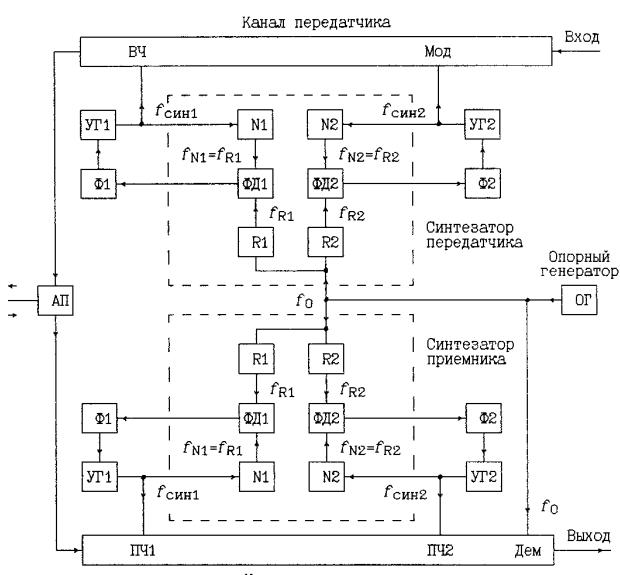

рис. 1
Синтезаторы частот (СЧ) – обязательная составная часть современных систем радиосвязи. СЧ используются в качестве источников опорной частоты для преобразователей, модуляторов и демодуляторов. На **рис.1** показана типовая структурная схема приемопередатчика, в составе которого двухканальные синтезаторы в передающем и приемном каналах. В синтезаторах имеется воз-
**Система ФАПЧ.** Рассматриваемые СЧ строят на базе системы ФАПЧ (фазовой автоподстройки частоты) [1–4]. Система ФАПЧ в общем случае содержит фазовый детектор ФД (на рис.1 – ФД1, ФД2), фильтр Ф (Ф1, Ф2) и управляемый генератор УГ (УГ1, УГ2), замкнутые в петле отрицательной обратной связи. Система ФАПЧ, используемая для синтеза частот, дополнительно содержит делитель частоты N (N1, N2). Кроме того, на входе системы включен еще один делитель R (R1, R2). ФД, N и R являются частью микросхемы СЧ (на рис.1 обведены штрихованной линией), а УГ и Ф, содержащие частотно-зависимые и габаритные элементы (конденсаторы, варакторы, элементы индуктивности), располагаются вне микросхемы. Входом СЧ является вход делителя R, на который поступает сигнал ОГ, а выходом – выход УГ [5].